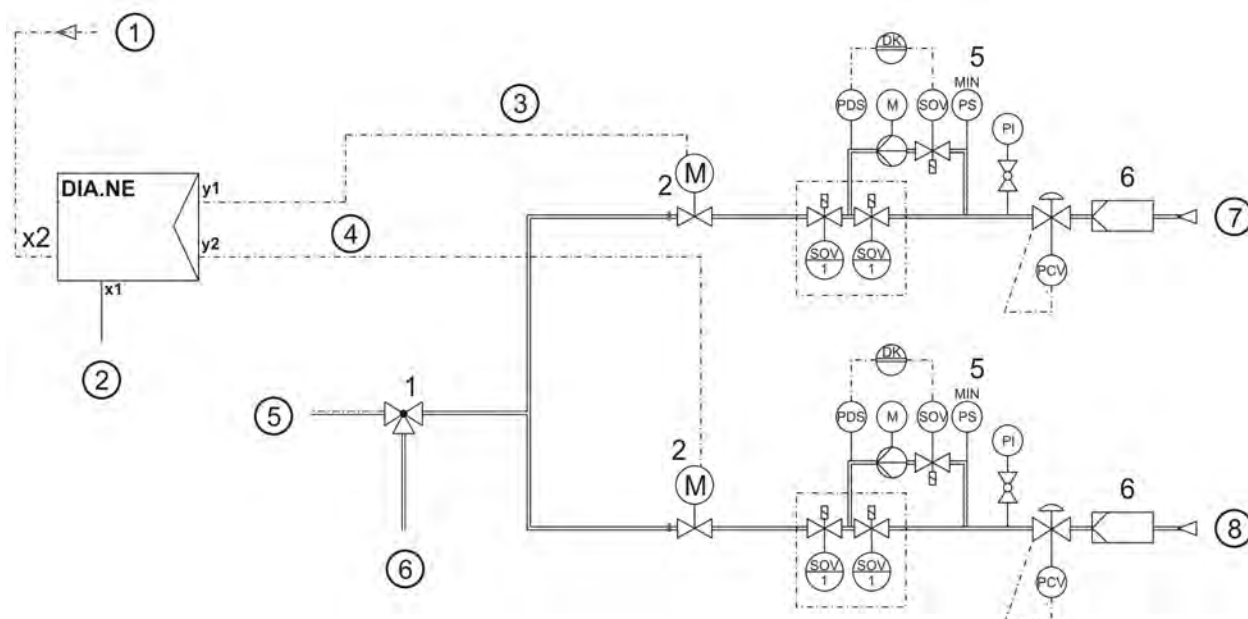

Рисунок 1: Схема регулировочного участка газопровода
На схеме продающего газопровода для моторов производственного ряда (ГР) 2, 3 и 4 (см. Рис. 1) видны два участка подачи и два регулировочных клапана (2) для каждого из двух газов.
Для работы на двух топливных газах одновременно используют два регулировочных участка с собственным регулировочным клапаном каждый (см. Рис. 1). Для слабокалорийных газов и, соответственно, большего потока можно установить по два параллельных клапана на каждом участке (см. клапан 1 и 3 на рис.1). Количество каждого газа рассчитывается по отдельности на